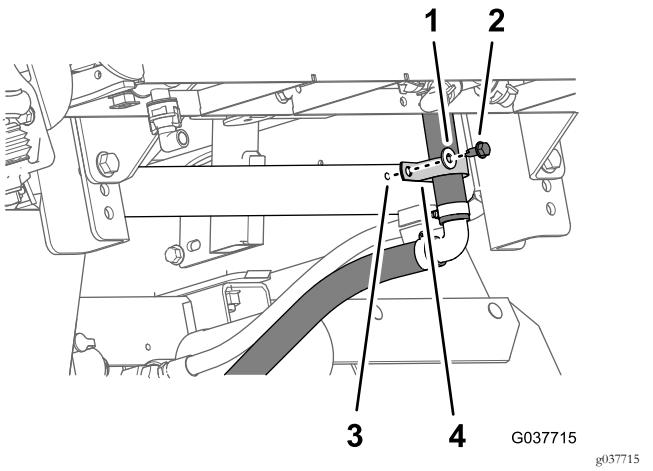

Figura 79
- Prenda a parte inferior do tubo de distribuição na placa da sela traseira da máquina (Figura 79) com a braçadeira de suporte, parafuso de cabeça flangeada (5/16 x 3/4 pol.) e anilha (5/16 pol.).